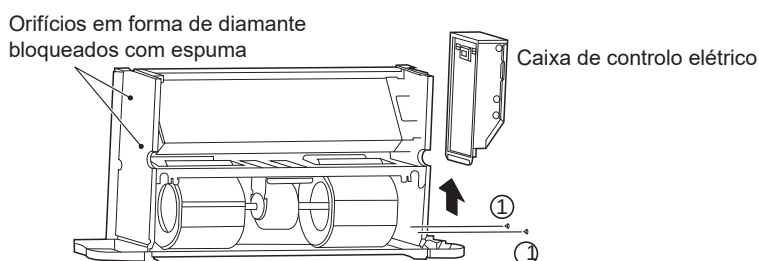

Figura 5-19 Remoção da caixa de controlo elétrico e bloqueio dos orifícios em forma de diamante.
Como mostra a figura 5-19, retire os parafusos ① * 2 para retirar a caixa elétrica.
Como mostrado na Figura 5-19, bloqueie os orifícios em forma de diamante na placa lateral (a placa sem os tubos de entrada e saída) com uma espuma.